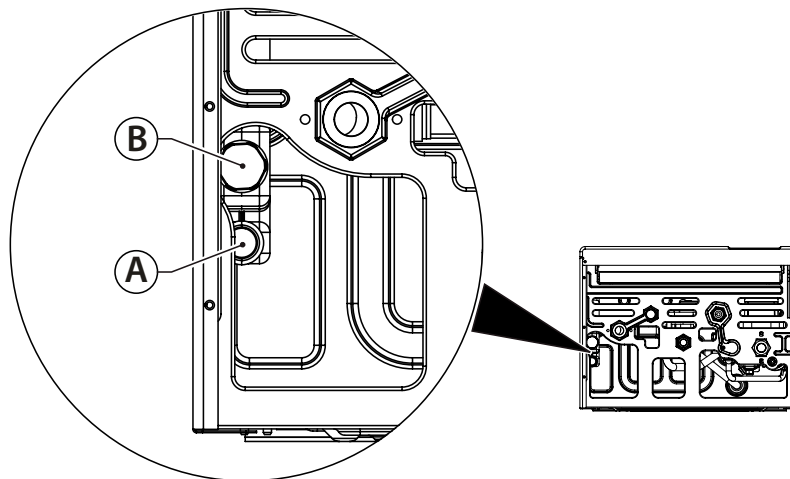

Fig. 23 Evacuare condens
În cazul în care nu există interdicții specifice, condensul produs în faza de ardere trebuie să fie transportat (prin intermediul evacuării condensului) către un sistem de evacuare care îi permite scurgerea în rețeaua de canalizare care, dat fiind caracterul bazic, neutralizează aciditatea condensului gazelor arse. Pentru a evita revenirea mirosurilor neplăcute din rețeaua de canalizare se recomandă adăugarea unui capac anti-miros între sistemul de evacuare condens și rețeaua de canalizare. Sistemul de evacuare a condensului și rețeaua de canalizare trebuie să fie construite din materiale corespunzătoare, rezistente la atacul apei de condens. Sistemul de evacuare a condensului trebuie să fie conectat la conexiunea corespunzătoare (A) prevăzută în centrală (vezi Fig. 23 Evacuare condens).